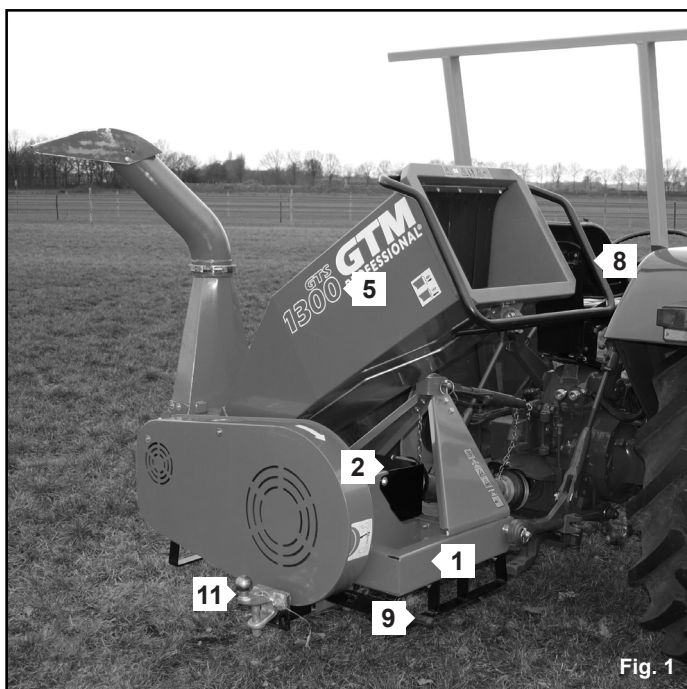

Fig. 1
1.2 Beschrijving van machine (Fig. 1 en 2)
- De machine bestaat uit een frame (1) op metalen steunen. Op het frame is een lagerhuis steun gemonteerd met 2 lagers voor de ondersteuning van de aandrijfas (2). De aandrijfas wordt aangedreven via de PTO-as (3) met de tractor. Op de aandrijfas is een poelie gemonteerd die de rotor in het rotorhuis (4) met behulp van vier V-riemen aandrijft. Op de rotor worden twee messen gemonteerd. Via de invoer (5) worden de takken in de rotor ingevoerd waar het materiaal tussen de messen op de rotor en het tegenmes dat in het rotorhuis wordt gemonteerd versnipperd. De houtsnippers verlaten de machine via de uitvoer (6). Een deflector (7) is op de uitvoer geïnstalleerd om de richting van uitgeworpen houtsnippers te bepalen. Om de machine te stoppen is een noodstop beugel (8) voorzien. Door het indrukken van de noodstop beugel valt de spanpoelie naar beneden en wordt de rotor door een remblok afgeremd. Om de aandrijving van de rotor te herstellen is een spanningshendel (9) gemonteerd.
- De machine kan op een tractor gemonteerd worden middels een 3-punts koppeling cat. 1 (10).
- Voor het koppelen van een aanhangwagen is de gemonteerde trekhaak (11) voorzien van een kogel 50 mm en een pen 25 mm.